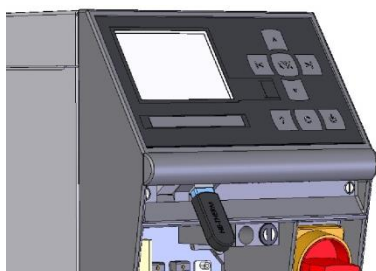

Fig. 73: Ligar o dispositivo USB
2. Ligar o dispositivo USB (Fig. 73).